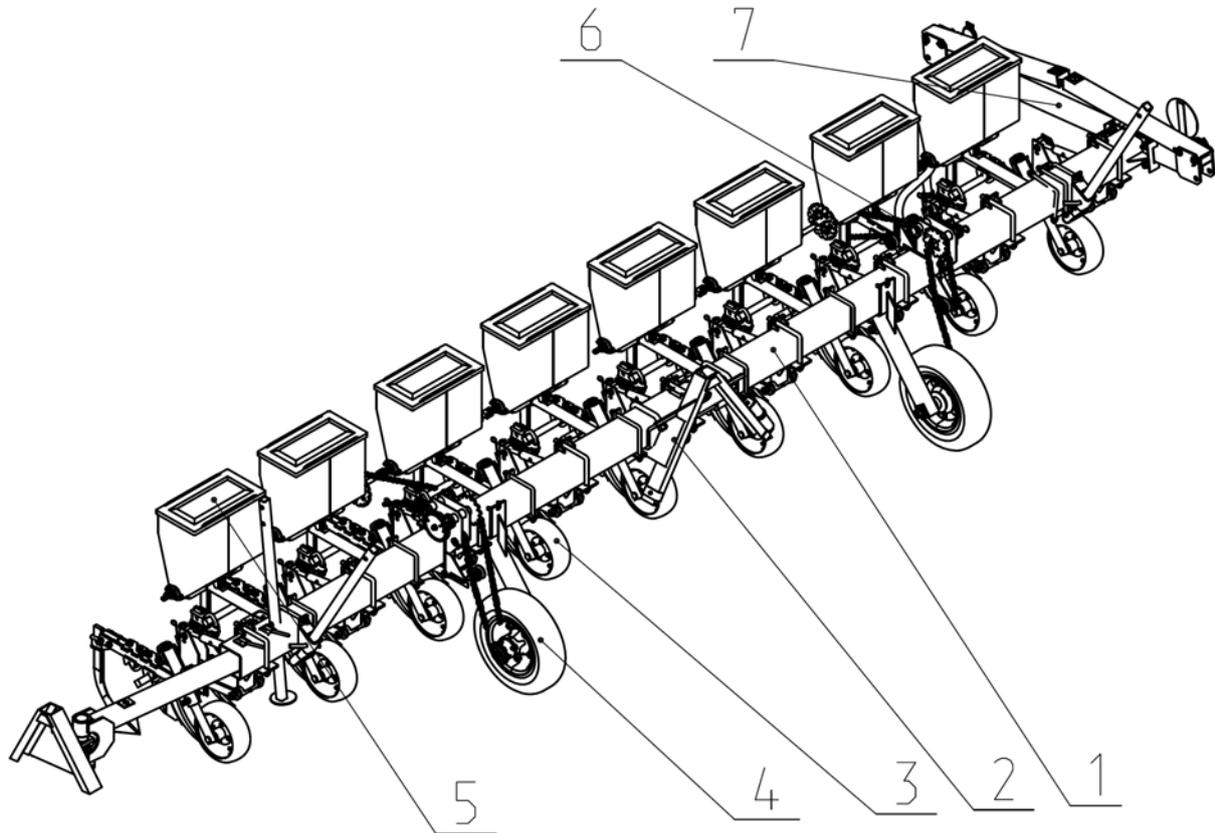

Рис.1
2.1 Культиватор (рис.1,1а,1б) представляет собой конструкцию, состоящую из балки, на которой крепятся: автосцепка, секции рабочих органов, два несущих колеса, аппараты туковысевающие, механизм передач и приспособление для транспортировки.
2.2 Балка 1 (рис.1,1а,1б) культиватора является основной несущей частью конструкции.
2.3 Автосцепка 2 (рис.1,1а,1б) предназначена для соединения культиватора с навеской трактора.